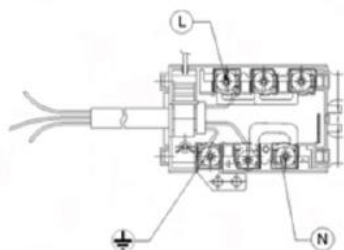

Рис. 13
- Если бытовой прибор не укомплектован кабелем питания, то подключите его к питающей сети кабелем соответствующего сечения (см. табл. 6). При этом проводник «земли» должен быть длиннее, чем проводники «под напряжением», в соответствии со схемой на рис. 13.
- Если в комплект входит кабель питания, то присоедините к нему стандартную вилку, допускающую нагрузку, указанную на заводской табличке. Подключите жилы в соответствии со схемой на рис. 13.
- б)** Снимите соединительные перемычки, показанные на схеме на рис. 13 (прикрепленные к корпусу).